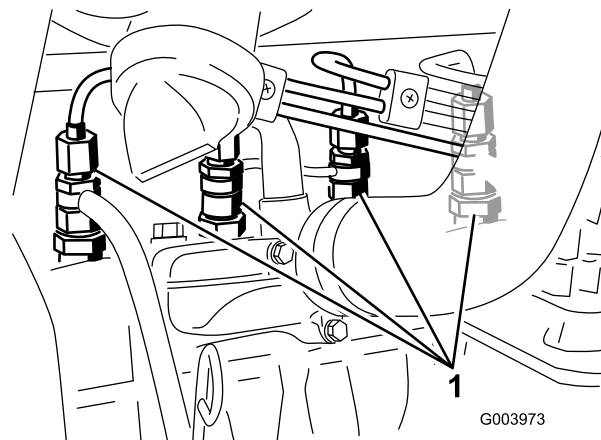

図 40
1. 燃料噴射ポンプの No.1インジェクタノズル 図 40 へのパイプ接続部をゆるめる。